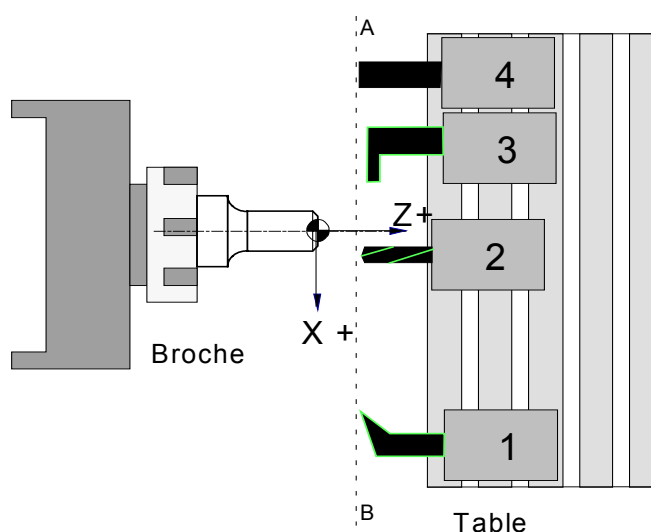

Figure 7-1 : Disposition des outils
- 3) L'usage d'une pseudo-origine d'outil sur l'axe Z, permet de déplacer les outils sur l'axe X sans risque de collisions, voir Figure 7-1.
- Le sens des axe est choisi selon la figure 7.1. ,l'origine pièce est choisi sur la face avant.